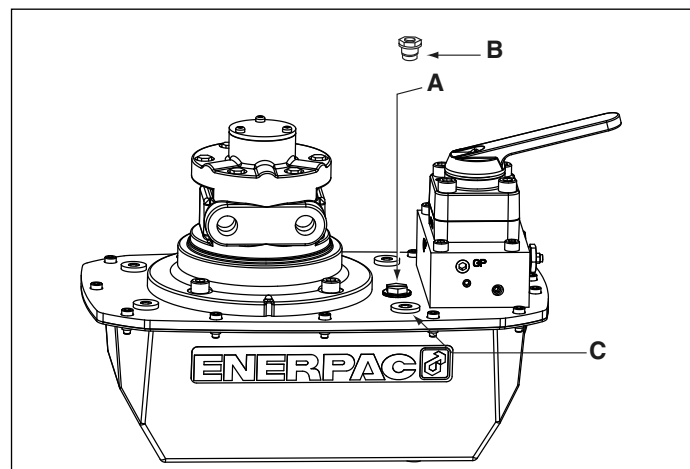
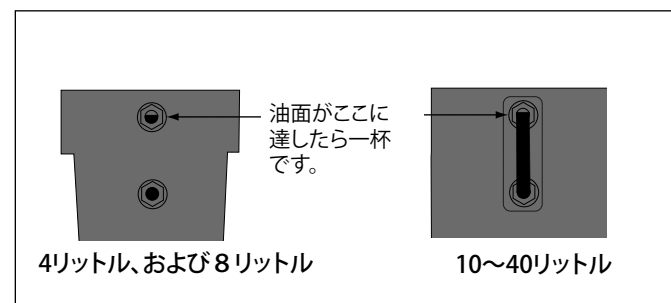

図2、ZA4ブリーザの取り付け
図4
4.1 タンクのブリーザキャップ(図2を参照)
始動前にオイルレベルを確認し、必要であればカバープレートからSAE #10プラグを外してオイルを追加します(図2参照)。オイルレベルがガラスボルトの覗き穴の一番上に達したら一杯です。(図4)
始動前にオイルレベルを確認し、必要であれば補充ポートキャップを外してオイルを追加します。オイルタンクにオイルを追加する前に、シリンダが完全に後退していることを常に確認してください。図 2を参照。
6. オイルタンクに新しいEnerpac油圧油を注入します。タンクは、オイルレベルが覗き穴の中央に達したら一杯です (図4参照)